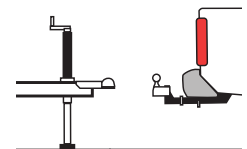

Figura 7
4. Deslice una arandela partida de $\frac{1}{2}$ " en los pernos del marco y enrosque una tuerca de $\frac{1}{2}$ " unas cuantas vueltas. No use tuercas de seguridad en estos pernos. (Figura 7)